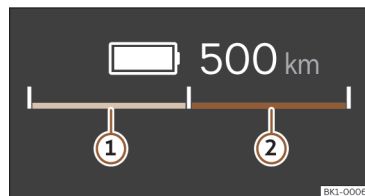

Fig. 21 Sur le combiné d'instruments numérique : indicateur de puissance (représentation schématique).
À l'aide de la barre divisée en deux, l'indicateur de puissance indique en permanence la disponibilité de la récupération d'énergie au freinage >>> **fig. 21** ① (vert) sur le côté gauche et la disponibilité de la propulsion >>> **fig. 21** ② (bleu) sur le côté droit.